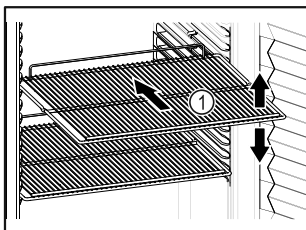

Fig. 71 Примерно изображение
- ❑ Ако стелажите за съхранение Fig. 71 (1) могат да се местят, регулирайте ги според височината.